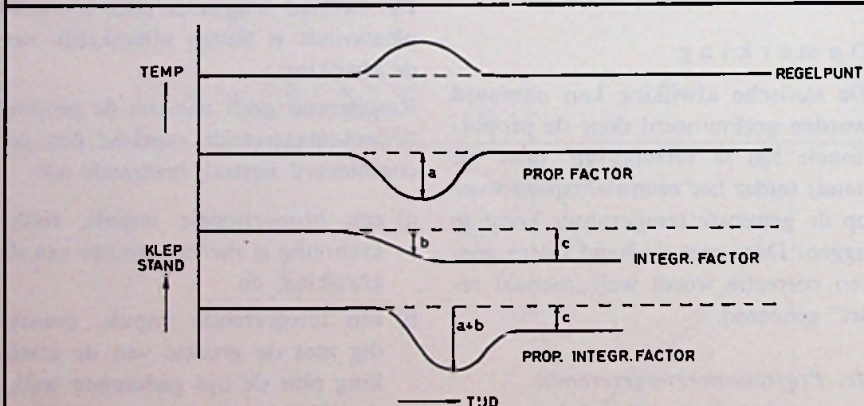

Fig. 15. Reactie van een proportioneel-integrerende regelaar op een geleidelijke, stabiele verandering in de te regelen variabele.
- b) een integrerende impuls, evenredig met de grootte van de afwijking plus de tijd gedurende welke de afwijking bestaat, wat grafisch voorgesteld is in fig. 15.